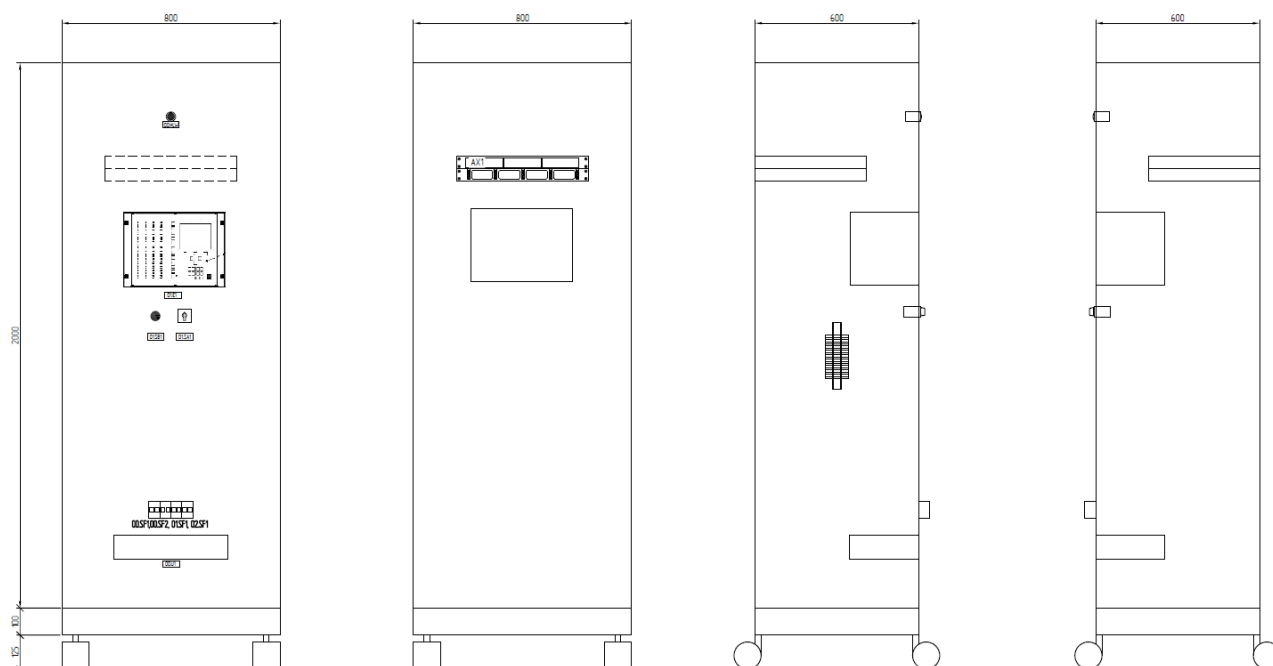

Рисунок 5. Панель регистратора аварийных событий.
- панель регистратора аварийных событий на базе шкафа ШЭЭ 232 0100 (рис. 5) с возможностью приема до 12 SV-потокосов и 32 GOOSE-сообщений (до 64 Din в каждом).
- панель регистратора аварийных событий на базе шкафа ШЭЭ 232 0100 (рис. 5) с возможностью приема до 12 SV-потоклов и 32 GOOSE-сообщений (до 64 Din в каждом).